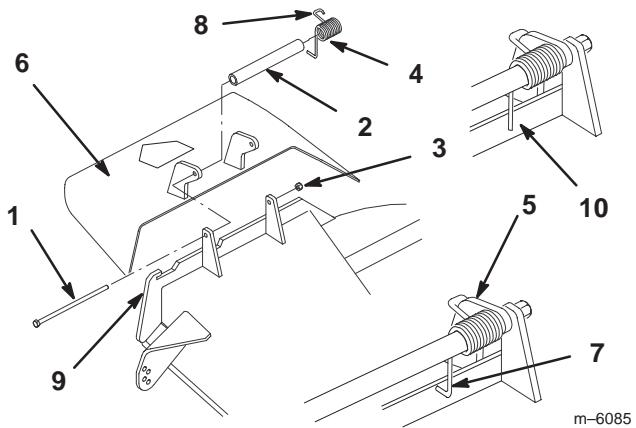

Bild 24
Die Ablenkblehfeder hat entweder ein L-Ende oder ein gerades Ende (Bild 24).
**Hinweis:** Achten Sie darauf, dass das L-förmige oder gerade Federende hinter der Kante der Abdeckung installiert wird, bevor Sie die Schraube wie in Bild 24 dargestellt einsetzen.
2. Setzen Sie die Schraube und Mutter ein. Führen Sie das J-förmige Hakenende der Feder um das Ablenkblech (Bild 24).